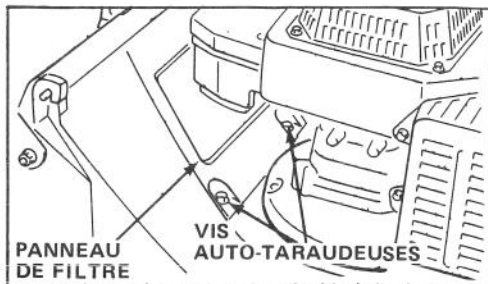

Figure 25
2. Retirer les (2) vis auto-taraudeuses de 1,27 cm (1/2 pouce) fixant la panneau de filtre au tablier de la tondeuse et le retirer (Fig. 25).
6. Retirer le panneau de filtre sur le carter de la tondeuse et nettoyer autour du mécanisme de frein de lame (Fig. 25 et 27).